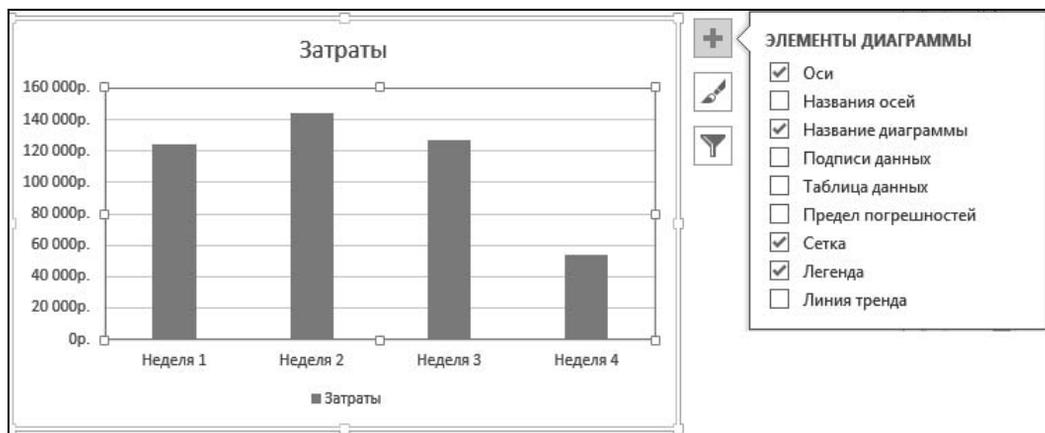
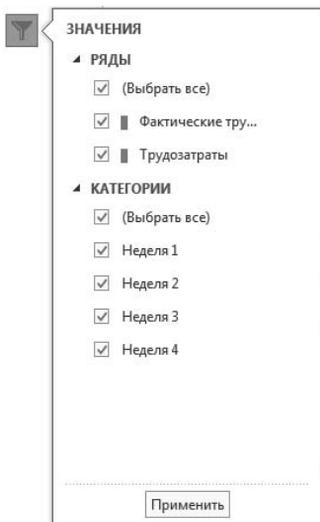

Рис. 6.23. Пример отчета-диаграммы (затраты проекта)
Рис. 6.24. Меню управления форматированием диаграммы
6. Найдите в списке поле **Затраты** и щелкните по расположенному слева в этой строке треугольнику. Это откроет список полей, относящихся к затратам. Выберите в нем строку **Затраты** и установите соответствующий ей флажок. Полученный отчет показан на рис. 6.23.
Для управления форматированием диаграммы следует щелкнуть по ней левой кнопкой мыши. При этом справа от диаграммы формируются показанные на рис. 6.23 кнопки. Щелчок по верхней кнопке (с символом ) открывает показанное на рис. 6.24 меню.